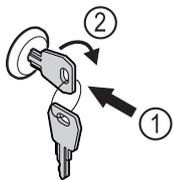

Fig. 123 Représentation à titre d'exemple
- ▶ Insérer la clé Fig. 123 (1).
- ▶ Tourner la clé à 90° dans le sens horaire Fig. 123 (2).